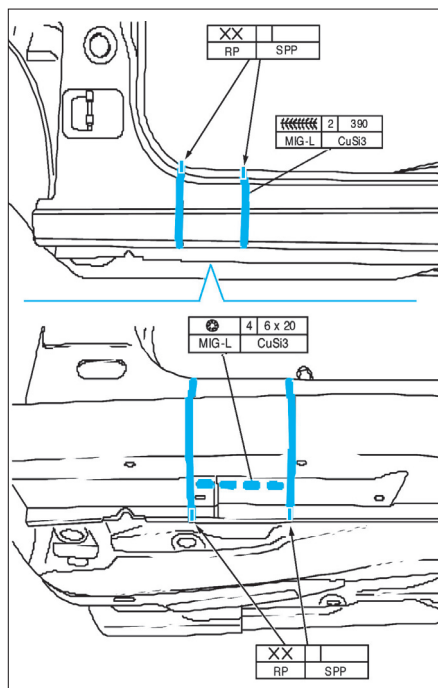

FIG. 38
- Effectuer les trous oblongs 6 ou 8x20 (à partir des points de soudures percés) sur la partie du bas de caisse à remonter (fig. 38).
- Souder la partie du bas de caisse sur le montant A (fig. 38).